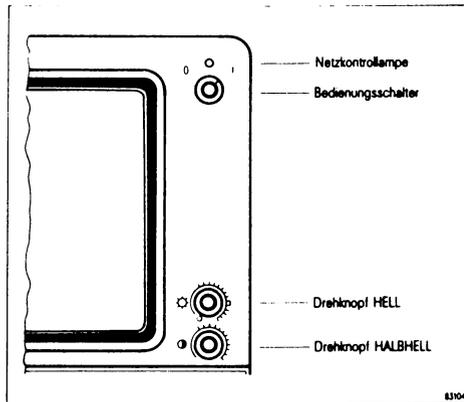

Bild 4.1: Bedienungselemente
- 34 Stellen Sie den Bedienungsschalter (Bild 4.1) am ersten Bildschirmarbeitsplatz (Konsole) in Stellung "1" und schieben Sie dann sofort die Diskette (Etikett links oben) SINIE0 oder SINIM0 (abhängig, ob Sie ein Ein- oder Mehrplatzsystem haben) bis zum Anschlag in das Laufwerk ein und schließen Sie die Verriegelung.